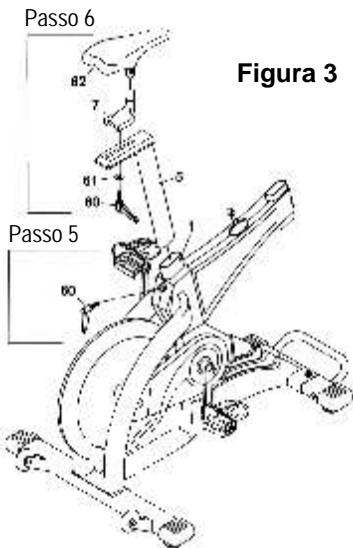

Figura 3
Ajuste o Acento (62) na barra do Encaixe de Posição do Acento (7) primeiro. Depois, encaixe-os no Suporte do Acento (5) com a Arruela Plana (61) e a Alavanca de Ajuste (60) para apertar como mostra a Figura 3.